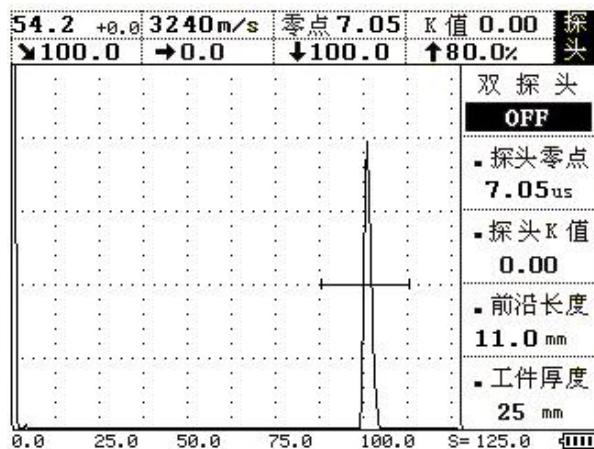

图 4-6
4、校准探头零点：将探头放在试块上并移动，使得 R100mm 的圆弧面的反射回波达到最高。在屏幕的左上角显示声程值，如这一数值不等于 100mm，按 键进入探头菜单，再按 (上) 或 (下) 键调整到探头零点子菜单，再用 (左) 或 (右) 键调整，使数值等于 100mm。或者直接按 键，自动校准探头零点。如图 4-6 所示此时探头零点校准完毕。